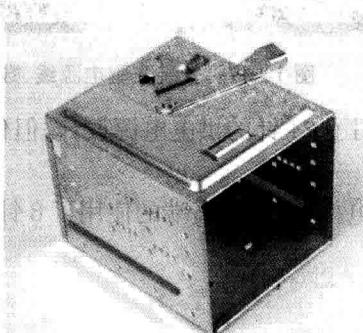

图 1-13 3.5 寸硬盘托架
- 1) 首先取出 3.5 寸硬盘托架,如图 1-13 所示。